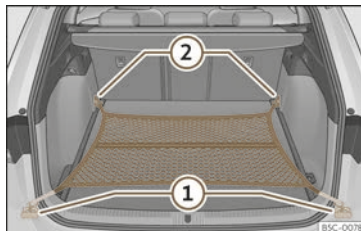

Abb. 203 Im Gepäckraum: flach eingehängtes Gepäcknetz.
- Hängen Sie die Haken in die Verzurrösen ein >>> (Abb. 203) ① und ② >>> ⚠️. Der Reißverschluss des Gepäcknetzes muss dabei nach oben zeigen.